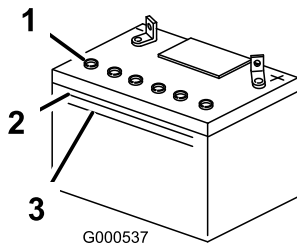

Bild 42
(Bild 42). Der Säurestand darf nicht unter die untere Linie fallen (Bild 42).
5. Entfernen Sie die Entlüftungsdeckel von der Batterie (Bild 42).
6. Gießen Sie langsam destilliertes Wasser in jede Batteriezelle, bis der Säurestand die obere Linie (Bild 42) am Batteriegehäuse erreicht.
7. Warten Sie nach dem Füllen der Batteriezellen 5 bis 10 Minuten. Gießen Sie bei Bedarf destilliertes Wasser in jede Batteriezelle, bis der Säurestand die obere Linie (Bild 42) am Batteriegehäuse erreicht.